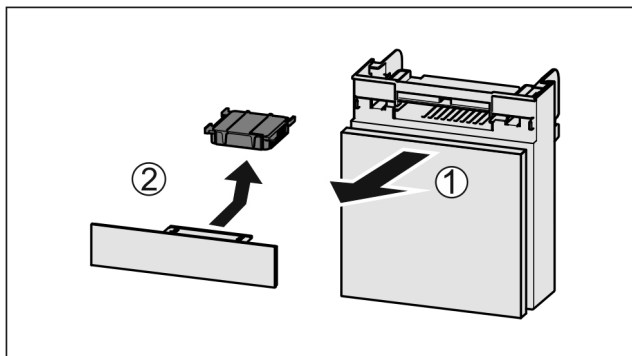

Fig. 212
- Estrarre il vano tirando in avanti Fig. 212 (1).
- Rimuovere il filtro a carboni attivi Fig. 212 (2).